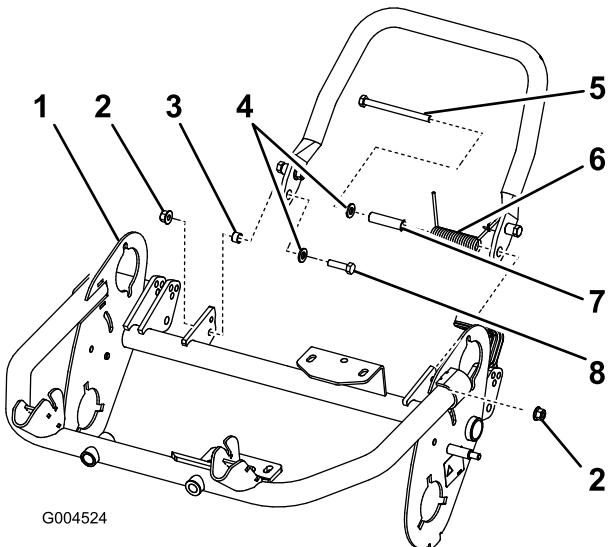

図 10
- 小さいボルト（M8-1.25 x 030）にワッシャ（M8）を通す。このボルトとワッシャ、小さいスペーサおよびロックナット（M8-1.25）を使って、キックスタンドの右側をフレームに固定する（図 10）。ボルトはフレームの内側から外側に向かって使うこと；参照図 10。
重要 スプリングを取り付けるとき、スプリングの片方の端が後フレームの下側にくるようにする（図 10）。
て、キックスタンドの左側をフレームに固定する(図 10)。ボルトはフレームの内側から外側に向かって使うこと；参照図 10。